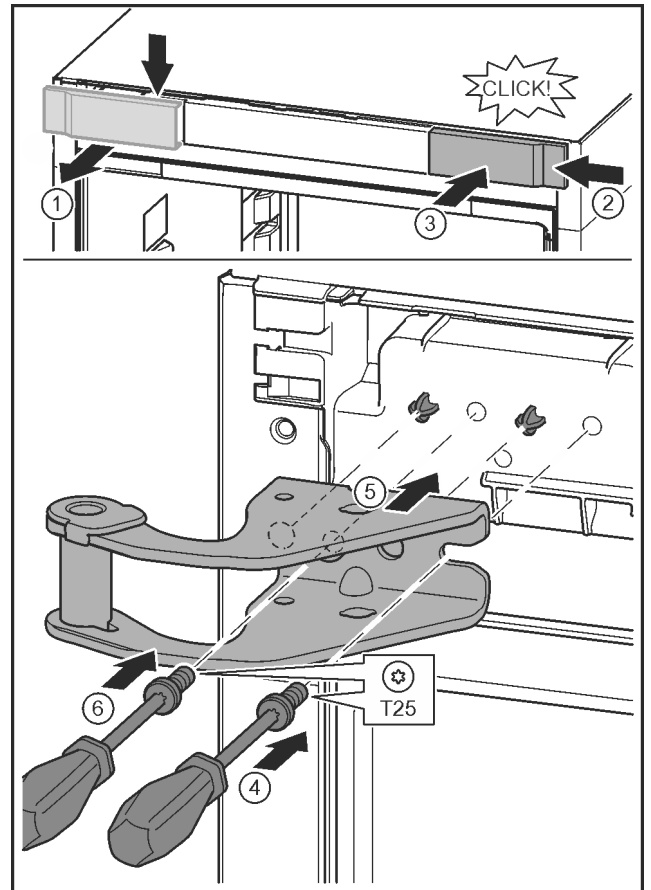

Fig. 26
- ▶ Abdeckung lösen und seitlich abnehmen. Fig. 26 (1)
- ▶ Abdeckung um 180° gedreht auf der anderen Seite von rechts einhängen. Fig. 26 (2)
- ▶ Abdeckung einrasten. Fig. 26 (3)
- ▶ Schraube mit Schraubendreher T25 ansetzen. Fig. 26 (4)
- ▶ Oberen Lagerbock ansetzen. Fig. 26 (5)
- ▶ Schraube festdrehen. Fig. 26 (4)
- ▶ Schraube mit Schraubendreher T25 einsetzen und festdrehen. Fig. 26 (6)